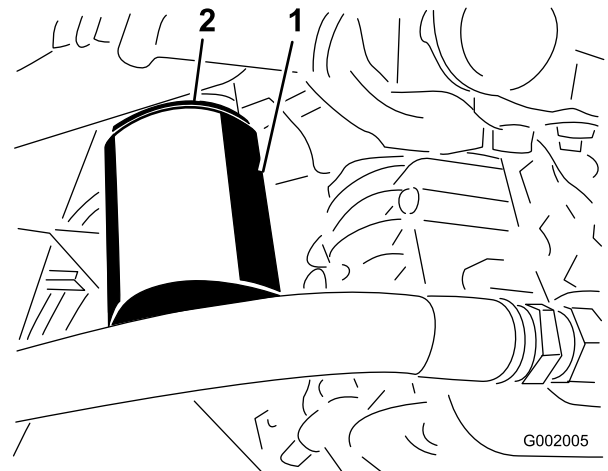

Bild 66
4. Entfernen Sie den Filter (Bild 66).